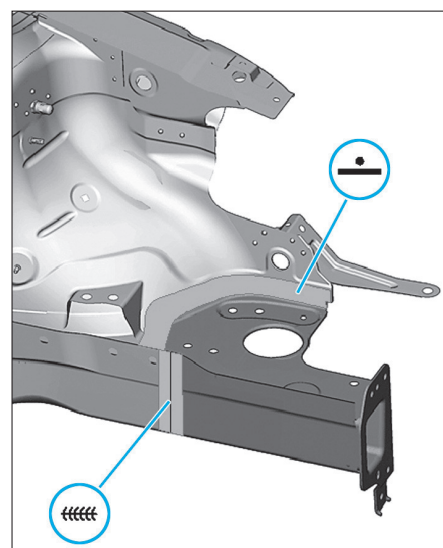

FIG. 17
- Ajuster et souder l'élément neuf comme illustré (Fig.17).